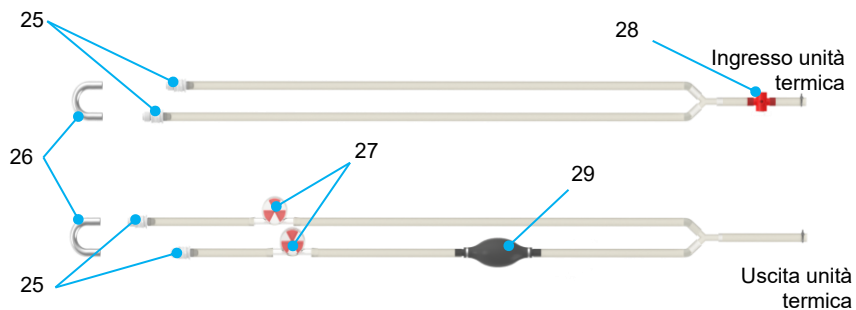

Figura 7 Circuito dell'unità termica
L'unità termica mantiene la temperatura della soluzione di perfusione in circolo utilizzando elementi di Peltier. A seconda della temperatura impostata, questi elementi raffreddano o riscaldano l'acqua all'interno del circuito tramite un effetto termoelettrico. Per trasferire la temperatura dell'acqua all'interno del circuito alla soluzione di perfusione, l'unità termica è collegata tramite tubi in silicone alle porte dello scambiatore di calore dei due ossigenatori (vedere la Figura 7 e la Figura 14). La porta di uscita dell'unità termica è collegata alla porta "acqua in entrata" dello scambiatore di calore, mentre la porta di ingresso dell'unità termica è collegata alla porta "acqua in uscita" dello scambiatore di calore.
- Posizionare i tubi dell'acqua (Figura 7) e il raccordo per i tubi dell'acqua (voce 26) il più in basso possibile. Assicurarsi che durante il riempimento e il debollaggio (vedere sezione 2.3.1), i connettori di ingresso e di uscita acqua (Figura 7, voci 21 e 22) si trovino più in alto possibile, affinché le bolle d'aria si spostino verso l'unità termica.
- Spremere ripetutamente la pompa di debollaggio (Figura 7, voce 29) per rimuovere quanta più aria possibile dai tubi dell'acqua del circuito HA.